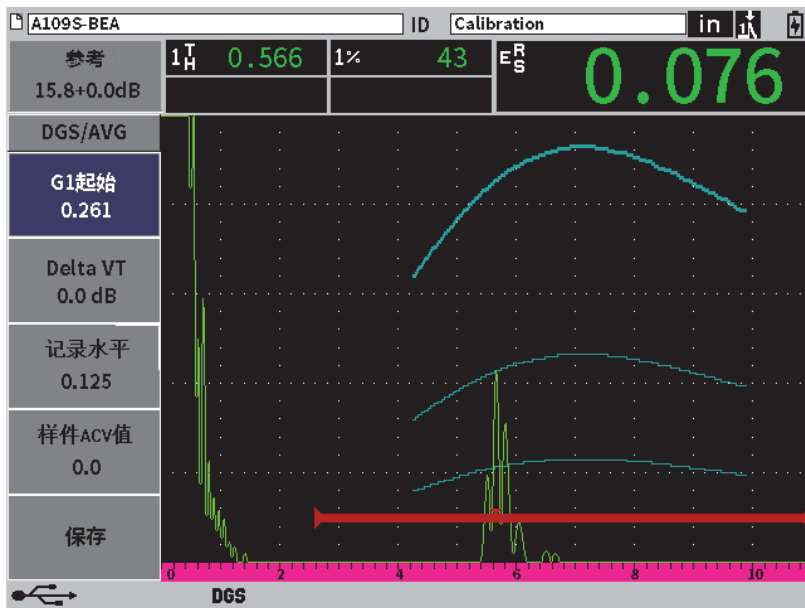

图 11-21 屏幕上的DGS/AVG曲线
采集了参考反射体信号后，EPOCH 6LT仪器会自动计算DGS/AVG曲线，并将它们显示在屏幕上适当的记录水平波幅处（参见第188页的图 11-21）。
1. 在DGS/AVG子菜单中, 按制表键, 选择**Delta VT** (参见第188页的图 11-21)。